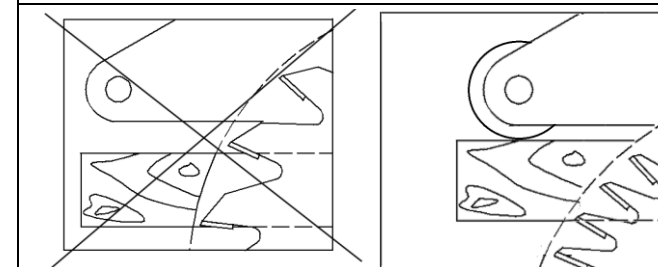

Рис. 25
9.2.3. При пилении используйте пильные диски с шагом зуба меньше чем толщина заготовки, Рис. 25.